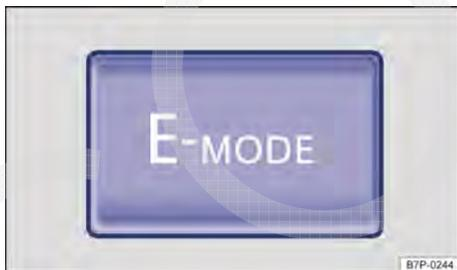

Fig. 262 Na parte inferior do console central: botão da condução elétrica ampliada.
<ul style="list-style-type: none"> – Ativação moderada do botão E-MODE → Fig. 262. 	O rápido descarregamento da bateria de alta tensão com o botão E-MODE ativado pode elevar o consumo de combustível, já que, neste caso, dá-se preferência à condução elétrica mesmo que o funcionamento fosse mais eficiente com o motor de combustão interna ligado.
O acionamento do botão **E-MODE** → Fig. 262 possibilita ao condutor ampliar os limites usuais da condução elétrica e conduzir sempre eletricamente, se o estado do sistema elétrico assim o permitir. O modo operacional é, então, comutado para condução elétrica máxima.
- O botão **E-MODE** foi pressionado pela segunda vez → Fig. 262.